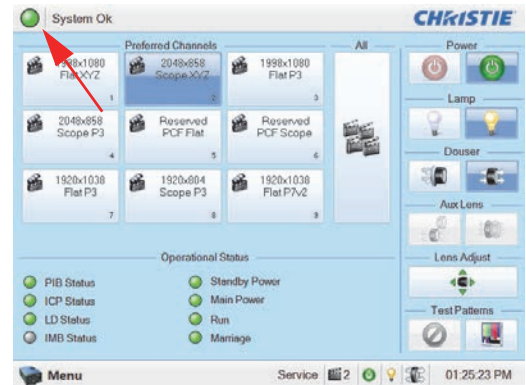

图 5-3 TPC LED
2. 查看是否存在联锁故障。从 TPC 上的 **Main**（主）面板中，单击左上角的 LED，打开 **Status**（状态）窗口。（图 5-3）。另外，也可以单击 **Menu**（菜单）按钮，然后选择 **Status**（状态）。打开 **Status**（状态）窗口后，单击 **Interlocks**（联锁）。如果显示有故障，则需要取消联锁后，灯泡才会亮起。